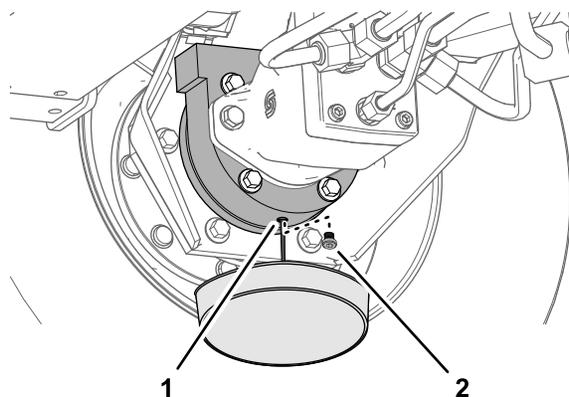

Рисунок 102
6. Подставьте сливной поддон под корпус тормоза, снимите пробку сливного отверстия и дайте маслу полностью стечь (Рисунок 102).